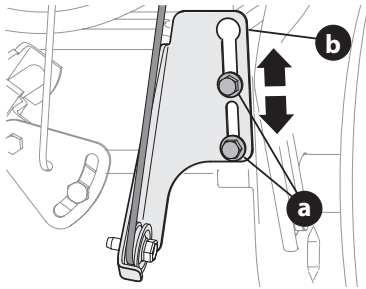

Figure 58
5. Desserrez les deux boulons (a) sur le support du câble de la commande d'entraînement (b). Voir Figure 58.